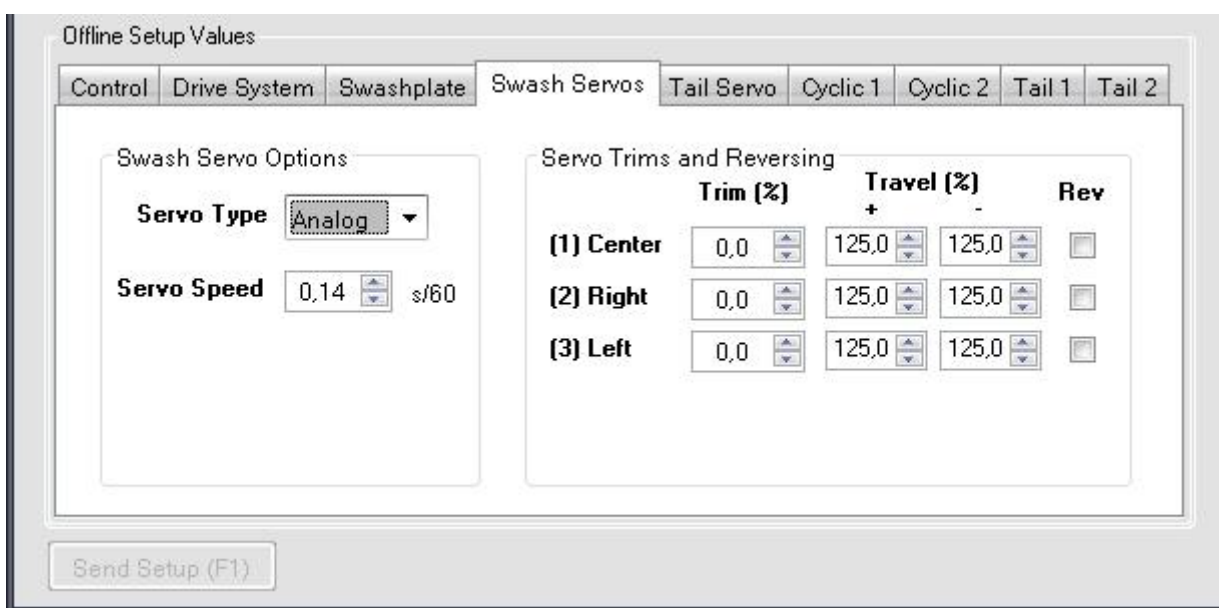

Рисунок 11.6 Вкладка **Swash Servos** в зоне **Offline Setup Values**
- Перейдите на вкладку **Swash Servos** в зоне **Offline Setup Values**. (Смотри рисунок 11.6 ниже). В блоке **Swash Servo Option** в раскрывающемся списке **Servo Type** установите тип используемых сервоприводов: Цифровой или Аналоговый, а в числовом поле **Servo Speed** скорость используемых сервоприводов в соответствии с параметрами, указанными в спецификации к ним. Если вы не знаете скоростные характеристики ваших сервоприводов, используйте значения по умолчанию (0,14 s/60) (*Примечание. ВНИМАНИЕ! Установку типа сервопривода необходимо сделать ДО подсоединения сервоприводов к SK-720. В противном случае, при неправильной установке типа сервоприводов они могут выйти из строя!*)